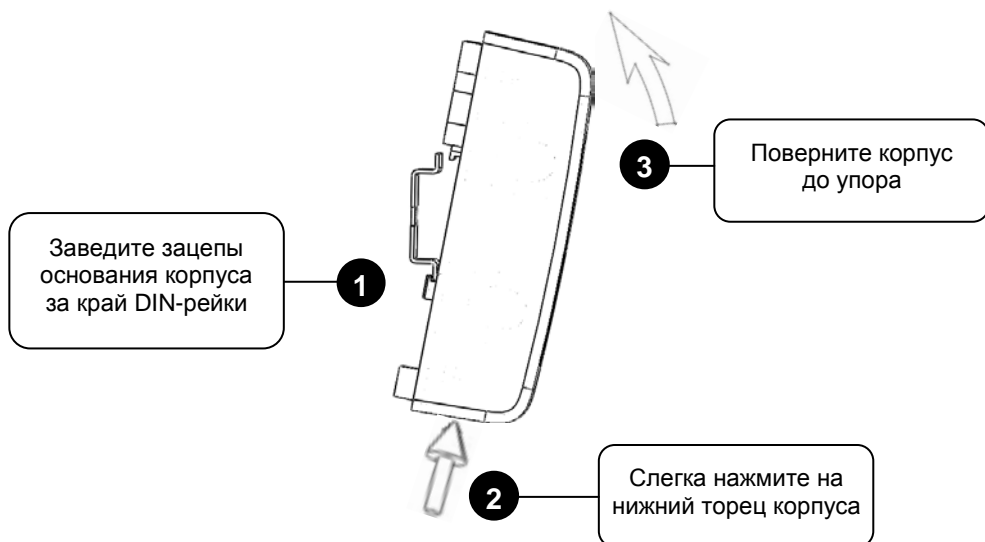

Рисунок 3. Крепление блока на DIN-рейку
3.4.2 Установите блок на DIN-рейку в порядке, указанном на рис. 3.